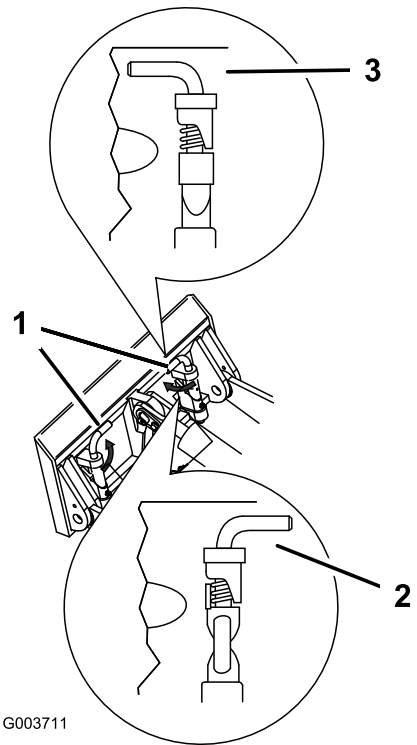

Figura 5
7. Acople los pasadores de enganche rápido, asegurándose de que están correctamente introducidos hasta el fondo en la placa de montaje (Figura 5).